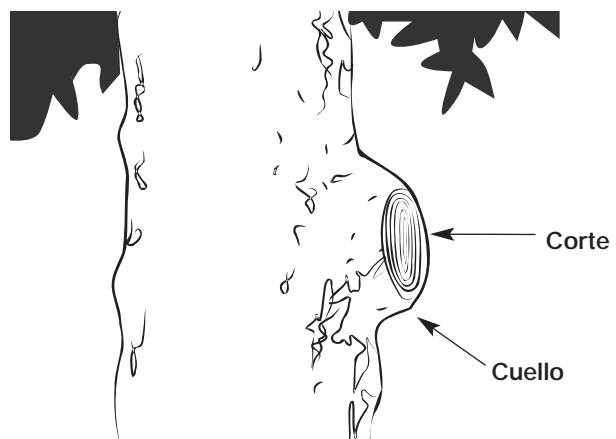

Fig. 9
3. Corte el exterior del cuello de la rama para evitar dañar el árbol. (Fig. 9)